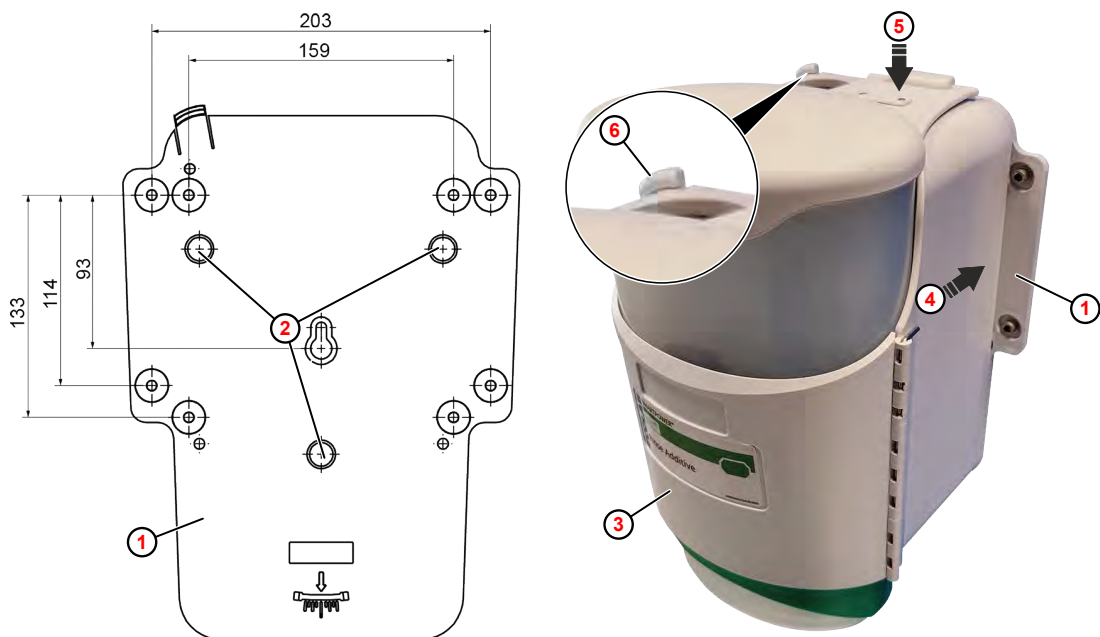

Abb. 3: Gerät montieren (Beispiel Rinse Dispenser)
1. ▶ Montageort des SMARTPOWER™ RTU Dispenser wählen und Bohrlöcher gem. Abb. 3 anzeichnen.
3. ▶ Montageplatte (1) mit Dübelschrauben befestigen.
4. ▶ SMARTPOWER™ RTU Dispenser (3) auf die Haltezapfen (2) aufsetzen (4).
5. ▶ SMARTPOWER™ RTU Dispenser nach unten drücken (5) bis die Verriegelungslasche (6) an der Geräteoberseite einrastet.